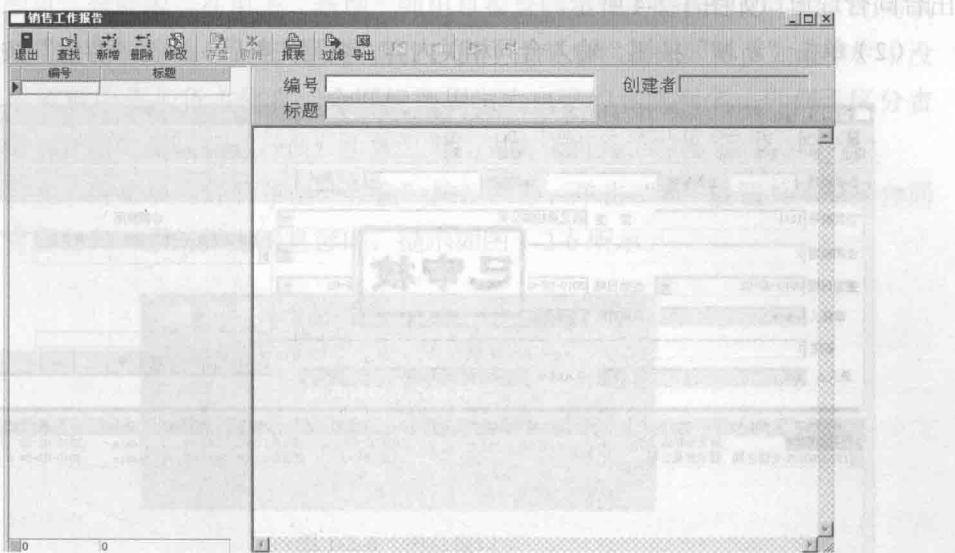

图 1-2-2 销售工作报告窗口
(1) 单击“实训中心”下的“合同管理”按钮，双击“销售计划”，弹出销售工作报告窗口，如图 1-2-2 所示。